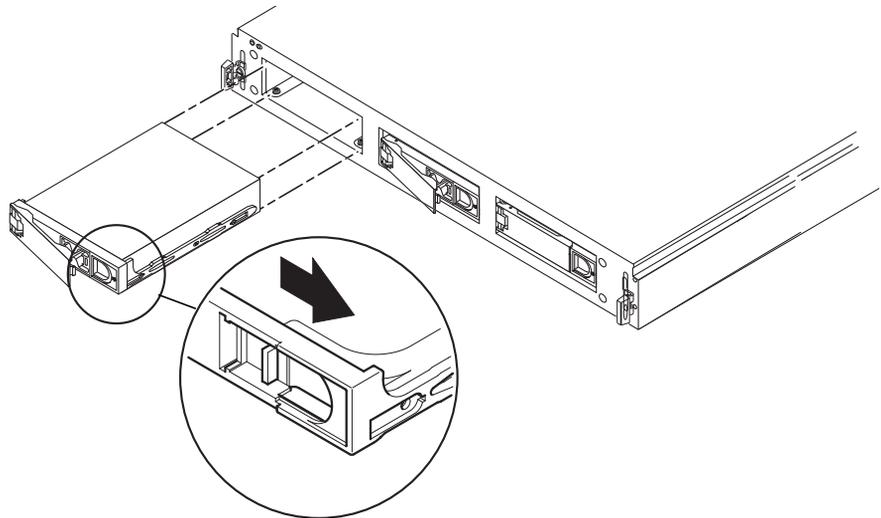

FIGURE 4-3 Retrait et remplacement d'un lecteur de disque
4. Déverrouillez la poignée du lecteur en faisant glisser le loquet dans la direction indiquée à la FIGURE 4-3.